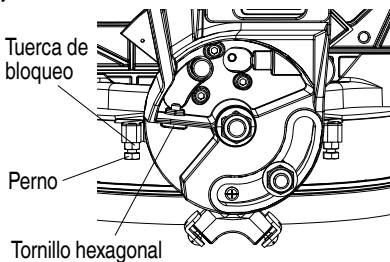

Fig. 22
- (2) Afloje la empuñadura de bloqueo del bisel e incline la carcasa de engranajes totalmente hacia la derecha.
- (3) Utilizando una herramienta combinada, verifique si la hoja está en 45° con respecto a la mesa.
- (4) Para realizar el ajuste, incline la carcasa de engranajes a 0°, afloje la tuerca de bloqueo y gire el perno hacia dentro o hacia afuera para aumentar o reducir el ángulo como se visualiza en la Fig. 22.
- (5) Incline el brazo de corte de nuevo hacia la derecha, y verifique la alineación de nuevo.
- (6) Repita los pasos hasta que la hoja esté en 45° con respecto a la mesa. Una vez obtenida la alineación, apriete la tuerca de bloqueo y la empuñadura de bloqueo de bisel.